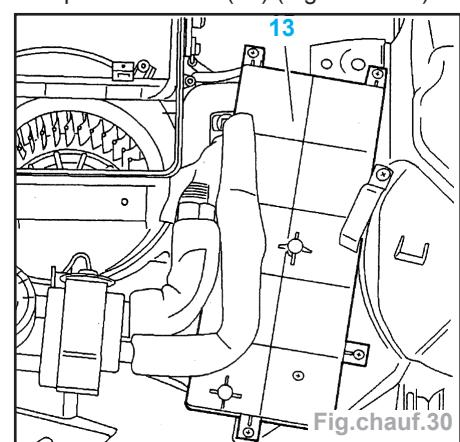

Fig.chauf.30
- le tableau de commande (11),
- le boîtier d'entrée d'air (1),
- la vis (8).
- Déboîter la commande (7).
- le carter (4),
- le radiateur (9),
- le groupe de relais (12).
- Déposer le carter (13) (Fig.chauf.30).